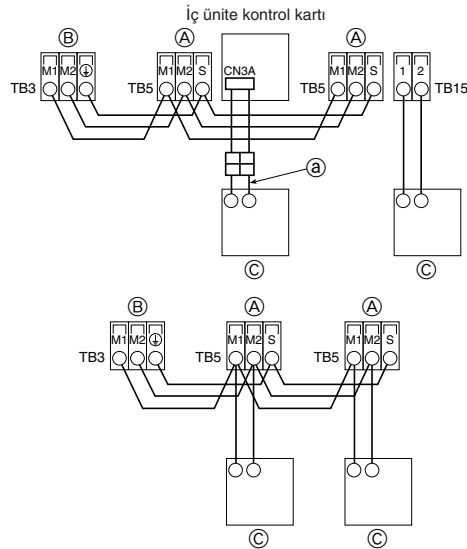

Fig. 7-2
7.2. Uzaktan kumanda ünitesi, iç ve dış iletim kablolarının bağlanması (Fig. 7-2)
① MA Uzaktan kumanda ünitesi
④ MA uzaktan kumanda ünitesi kablosu (AKSESUVAR ③)
② M-NET Uzaktan kumanda ünitesi